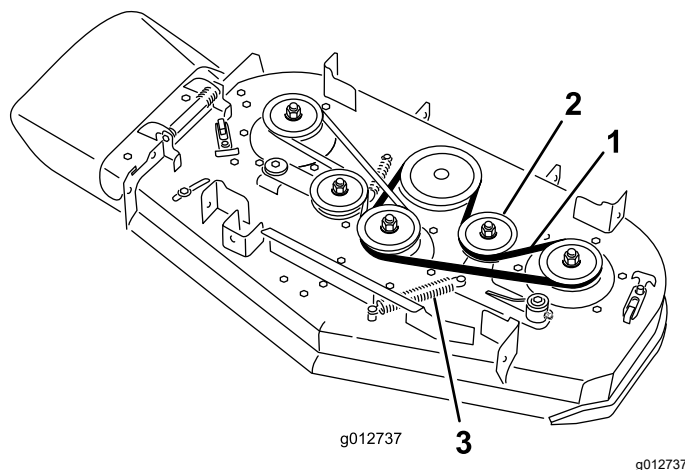

Figura 65
- A. Desenganche el muelle de la clavija del brazo de la polea tensora (Figura 65).
- B. Retire la correa usada del cortacésped (Figura 65).
- C. Instale una correa nueva del cortacésped alrededor de las poleas de la carcasa, la polea del embrague y la polea tensora (Figura 65).